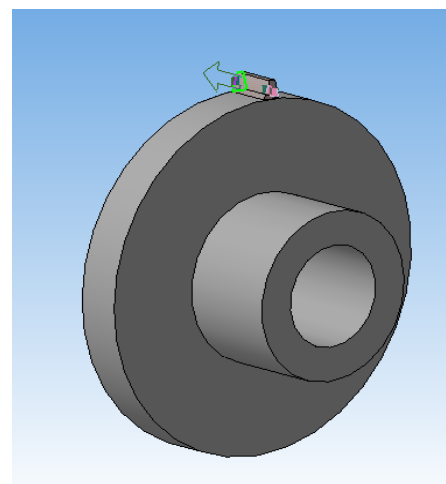

Рисунок 86.
5. Выберите команду «Операция выдавливания», задайте направление и расстояние равное толщине зубчатого венца – **5 мм**. Создайте объект (рисунок 86). В результате получим модель зуба.